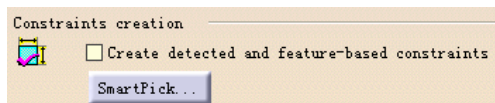

图 6-68
(2) Constraints creation (建立约束) 选项组 (如图 6-68 所示)